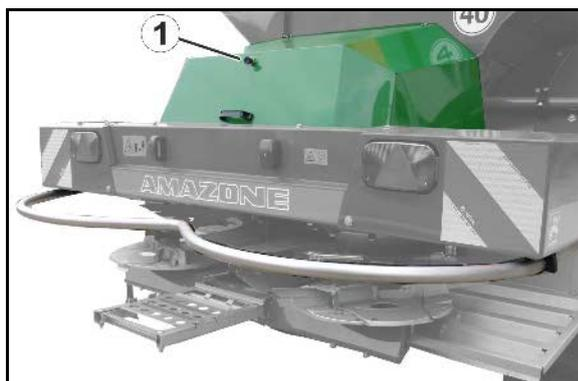

Fig. 74
3. Die Regelklappe (Fig. 74/1) auf Leichtgängigkeit prüfen und ggf. Stellringe nachstellen.